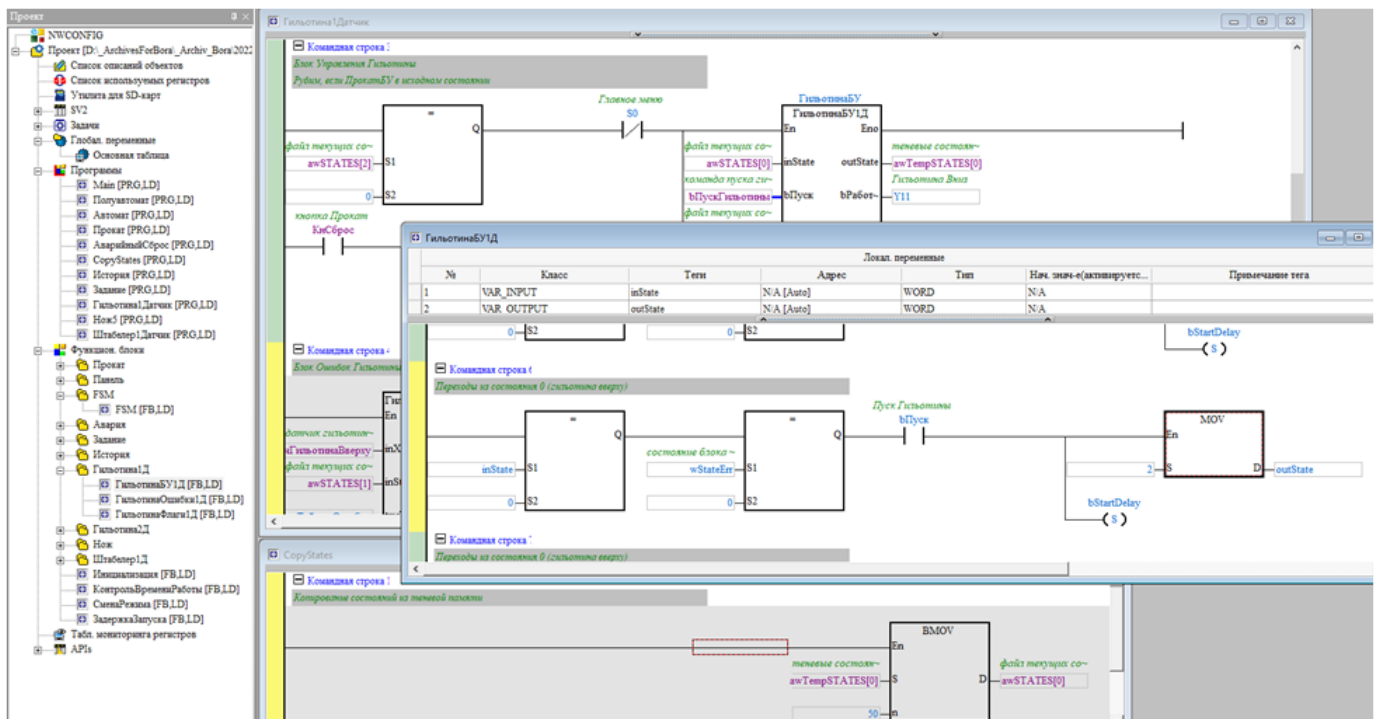

Рис.1. Пример проекта в ISP Soft
Установка IDE фирмы DELTA ISPSoft не требует от программиста каких-либо усилий. Установив ее, выберем из всего множества [стандартных] языков язык релейно-контактных схем (LD) и функциональных блоков (FB). На рис. 1 приведен пример проекта в среде ISPSoft.
В ПЛК скорость работы программ зависит от длительностью цикла ПЛК. А он зависит от общего времени последовательной работы программных модулей, находящихся в папке Программы проекта (см. рис.1). Добавляем еще один модуль. В него вставляем уже программный цикл (в ПЛК это будут цепи между командами FOR и NEXT). Смотрим на результаты и ... видим, что к нашему удивлению, светодиоды не одновременно загораются/гаснут, а в некой очередности. При этом, что еще больше поражает, сама генерация протекает, пусть и большими задержками, но исправно.